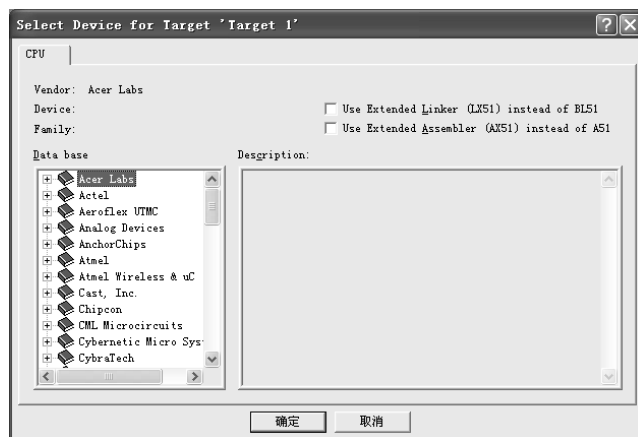

图 1-8 选择单片机对话框
(1) 建立工程文件，选择单片机。单击“工程”→“新建工程”，在弹出的“新建工程”对话框中指定文件夹、输入文件名“点亮一个 LED”、单击“保存”，在弹出的“为目标 Target 1 选择设备”对话框中选择单片机型号（Atmel 的 89S52），单击“确定”按钮。选择单片机对话框如图 1-8 所示。